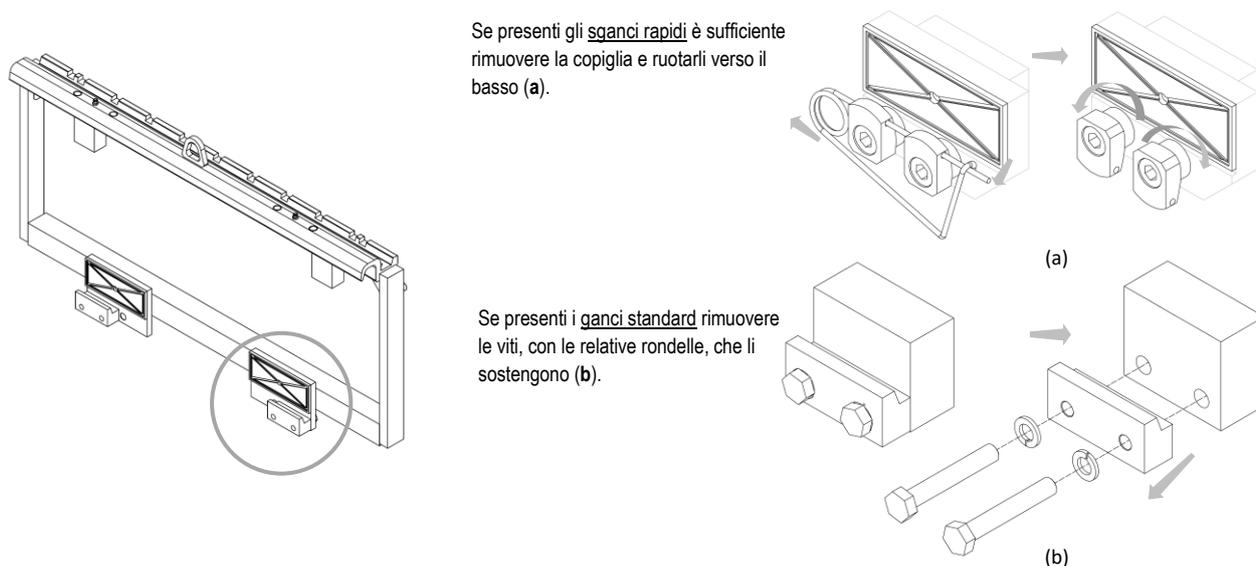

Figura 4
5. Rimuovere i ganci inferiori dall'attrezzatura e ingrassare i lardoni (vedi Figura 4).